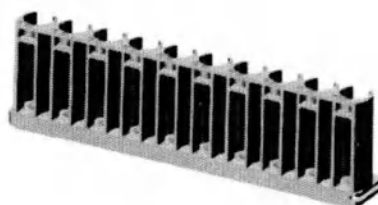

Рис. 1-2 Штатив для пробирок А
- ① Штатив для пробирок (включая штатив для пробирок А (см. рис. 1-2).
- ② Лоток
- ③ Кнопка «Пуск»
- ④ Положение для STAT-анализа
- ⑤ Индикаторная лампа
- ⑥ Отделение для выбора тест-полосок